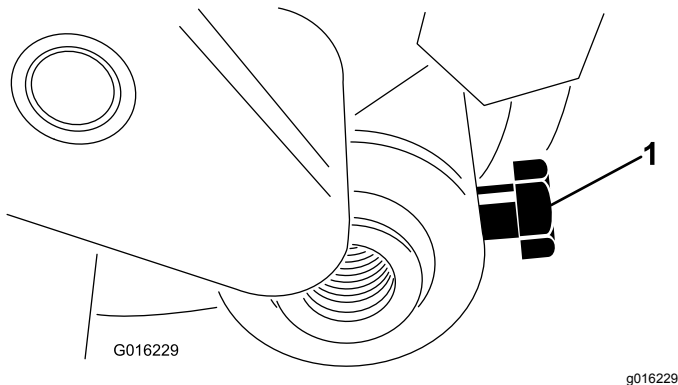

Figura 15
- Inserite l'albero del rullo nel braccio regolatore destro e fissatelo senza serrarlo con il bullone dell'albero del rullo (Figura 15).
4. Centrate il rullo tra i bracci regolatori e serrate i bulloni di fissaggio (Figura 15).